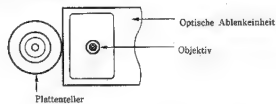

Abb. 11
3. Kontrolle des Objektivs (Abb. 11)